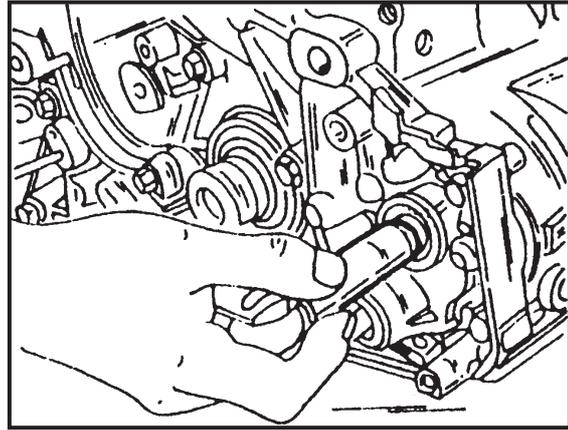
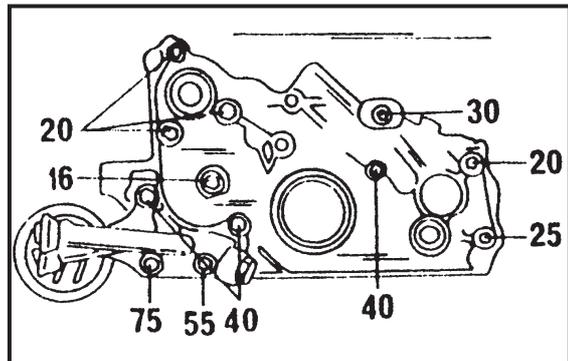

Рис. 2.9
Рис. 2.10
- 1.68), чтобы зафиксировать вал и затяните болт вала до 3.7 кгм. Болт находится внутри отверстия и должен затягиваться так, как показано на рис. 2.9. Установите пробку (11) на рис. 2.2 в отверстие, используя новое уплотнительное кольцо (12).
- Затяните фланцевую гайку (9) для ведущей шестерни масляного насоса вращающим моментом 5.5 кгм.
- Установите кронштейн масляного фильтра с новой прокладкой и установите передний картер. Длина болтов различна и должна быть взята из рис. 2.10.